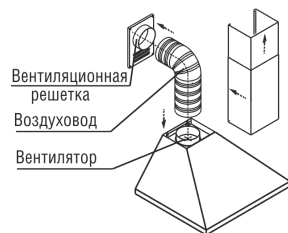
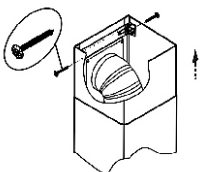

рис. 8
рис. 11
6.5 В зависимости от режима эксплуатации вытяжки соедините вентилятор (при помощи переходника) КВ «Оптимa 50/60П(Н)-400-ПЗЛ», «Оптимa 50/60П(Н)-400-КЗЛ» с вентиляционной решеткой воздуховодом (рис. 8) или установите на вентилятор угольные фильтры.
6.7 Установите фальштрубы (рис. 8, 9). Выдвиньте верхнюю фальштрубу, (рис. 11) и прикрепите ее самонарезающими винтами к кронштейну. На вытяжки «Оптимa 50/60П(Н)-400-ПЗЛ», «Оптимa 50/60П(Н)-400-КЗЛ», «Оптимa Wood 60П-430-ПЗЛ» устанавливается только одна нижняя фальштруба.
- будьте осторожны при установке фальштруб (рис. 8), не повредите поверхность из нержавеющей стали. Их легко поцарапать.